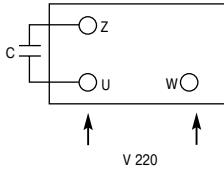

рис. 2 Подключение к электросети
5. Подключить насос к сети согласно схемам, указанным на рис.2 и заземлить.